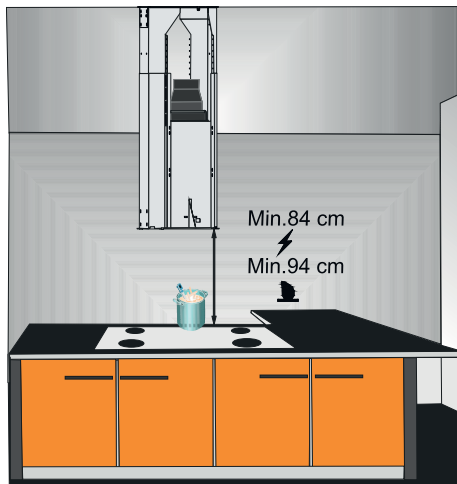

Fig. 7
- Se till att fläkten har korrekt höjd över spishällen. Vi rekommenderar 500-600 mm över elektrisk spishäll och 700-850 mm över gasspis (Fig. 7).